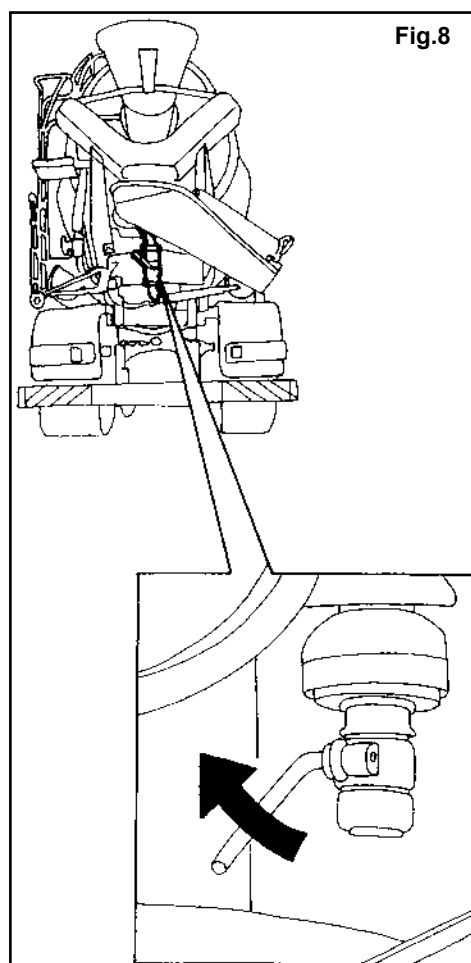

Fig.8
- zamknij zaciskiem końcówkę podparcia kanału (Rys. 8);